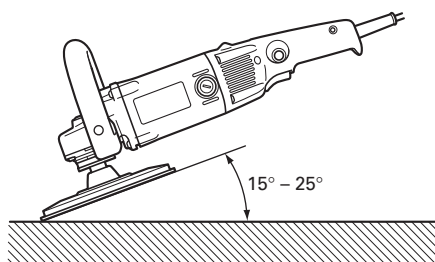

Fig. 3
2. En vez de aplicar el disco completo a la superficie del metal que desee lijar, utilice la lijadora inclinándola aproximadamente 15 a 25° para lijar con la parte periférica del disco. (Fig. 3)